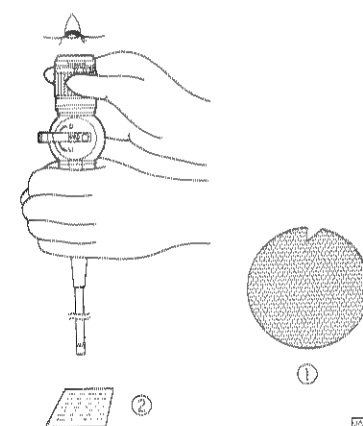

図4-8
- ・視度リングを回して、ファイバーの網の目が最も鮮明に見えるように視度を調節します。(図4-8-①)
- ・使用する光学アダプターの観察深度内の物体の像が鮮明に見えるかどうかを点検します。(図4-8-②)